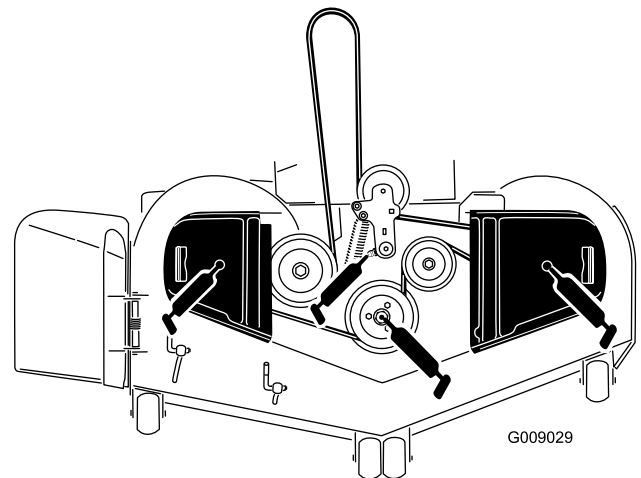

Figure 47
4. Graissez le pivot de la poulie de tension du plateau de coupe jusqu'à ce que la graisse ressorte par le bas (Figure 47).
5. Graissez les graisseurs au sommet des 3 roulements d'axes jusqu'à ce que la graisse ressorte (Figure 47).